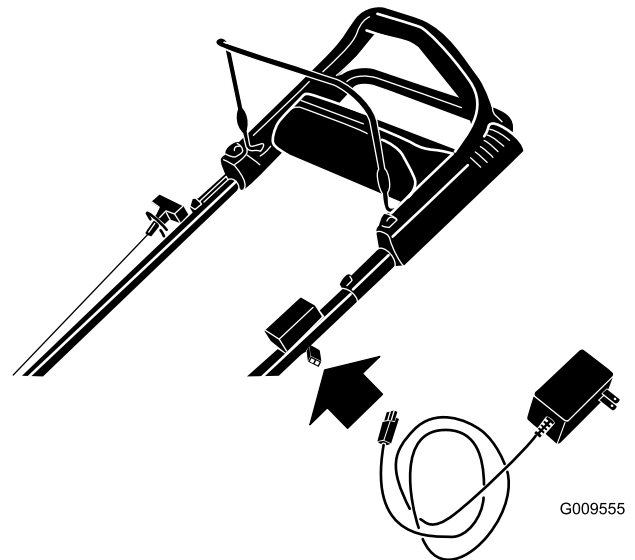

Figura 22
- Conecte el cargador al arnés de cables del cortacésped, situado debajo de la llave de contacto (Figura 22).